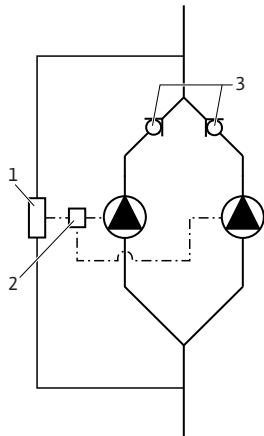

Fig. 19 : Installation à raccord en Y
Si deux pompes simples mises en œuvre dans une construction à raccord en Y sont censées être alimentées par un capteur de pression différentielle (fig. 19, pos. 1), il faut prévoir un capteur DDG (fig. 19, pos. 2).
Le capteur de pression différentielle (fig. 19, pos. 1) doit être raccordé en amont et en aval des clapets anti-retour mis en œuvre dans la construction à raccord en Y (fig. 19, pos. 3).